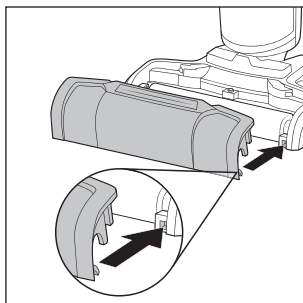

Fig. 41
- ♦ Vuelva a montar la protección antisalpicaduras **7**; para ello, primero debe alinearse con las fijaciones del pie del aparato **3** (consulte la fig. 41).